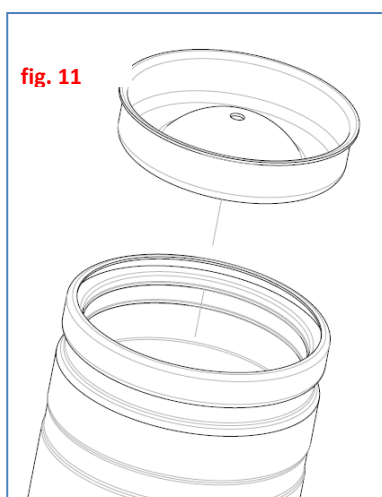
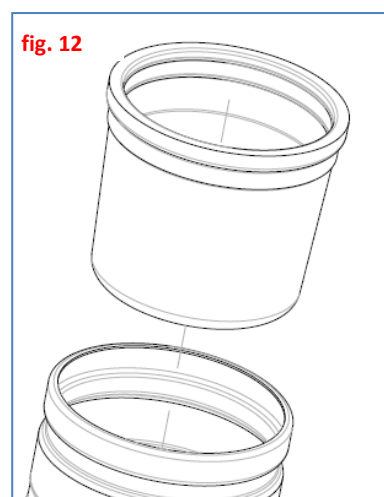

fig. 11
fig. 12
11. Sfilare ora coperchietto inferiore (fig. 11) e il soffiello di compensazione (fig. 12).
Take out bottom end bell cover (fig. 11) and pressure compensation diaphragm (fig. 12).